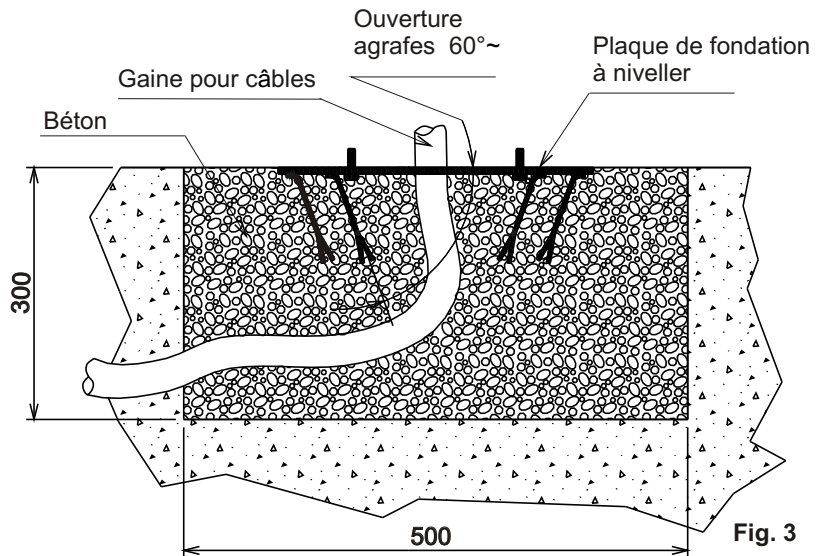

Fig. 3
- Elargir les agrafes de la plaque de fondation de 60° (Fig. 3)
- Remplir la tranchée avec béton R425 et positionner la plaque de fondation comme dans Fig. 3.